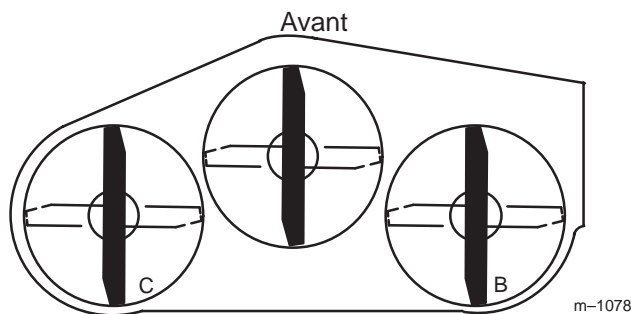
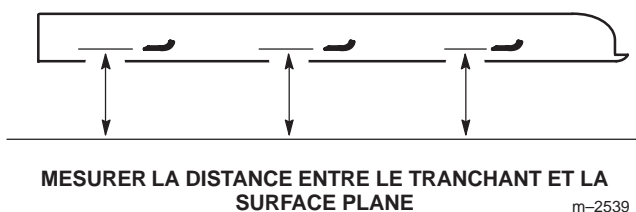

Figure 61
Figure 62
1. Tournez la lame **droite** à 180° (Fig. 61).
2. Mesurez la distance au point **B** (Fig. 61) entre la surface plane et le tranchant de la pointe de la lame droite (Fig. 62).
4. Tournez la lame **gauche** à 180° (Fig. 61).
5. Mesurez la distance au point **C** (Fig. 61) entre la surface plane et le tranchant de la pointe de la lame gauche (Fig. 62).
7. Si la distance mesurée au point **B** ou **C** n'est pas correcte, desserrez le boulon qui fixe la chaîne arrière au bras de support arrière (Fig. 61).